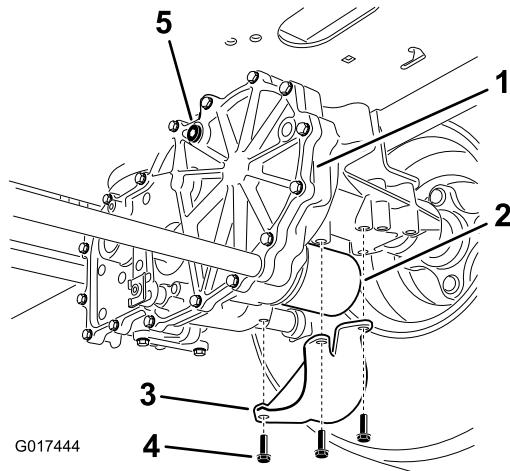

Figura 70
- Individuate il filtro e le protezioni su ogni sistema di trasmissione (Figura 70).
- Rimuovete le 3 viti con cui è fissata la protezione del filtro (Figura 70).